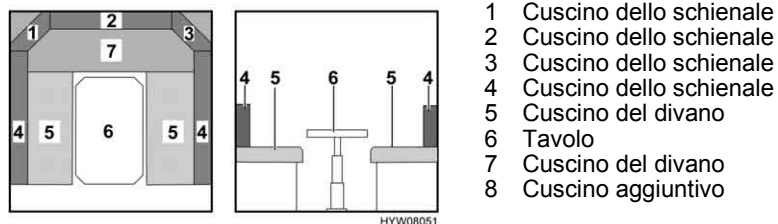

Fig. 63 Prima della trasformazione
- Collocare i cuscini dello schienale (Fig. 63,1, Fig. 63,2, Fig. 63,3 e Fig. 63,4) sotto il tavolo.